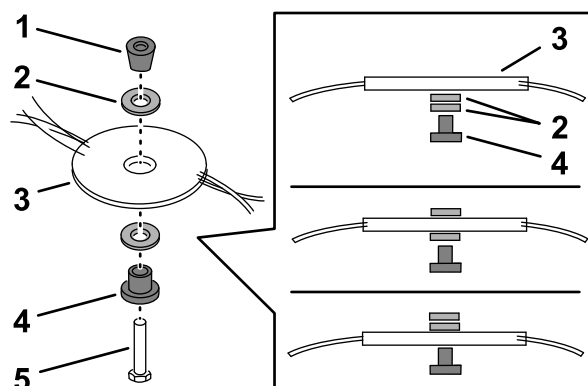

Рисунок 27
2. Измените положение проставок, чтобы отрегулировать высоту скашивания, как показано на Рисунок 27.